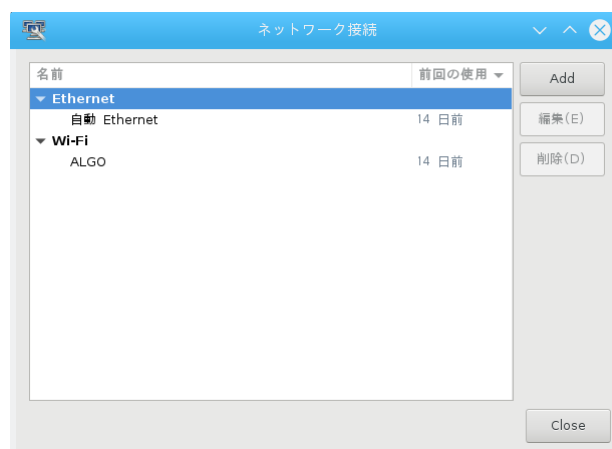

図 4-7-2. ネットワーク設定画面
- ④ 図 4-7-2 のようなネットワーク設定画面が起動します。